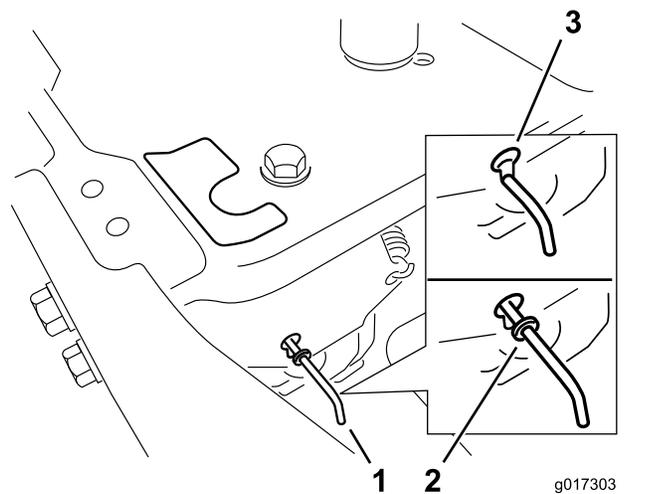

Figura 19
4. Spostatate in avanti le leve di bypass attraverso il foro della chiavetta, quindi verso il basso per bloccarle in posizione (Figura 19).
Spostatate indietro le leve di bypass attraverso il foro della chiavetta, quindi verso il basso per bloccarle in posizione, come illustrato in Figura 19.